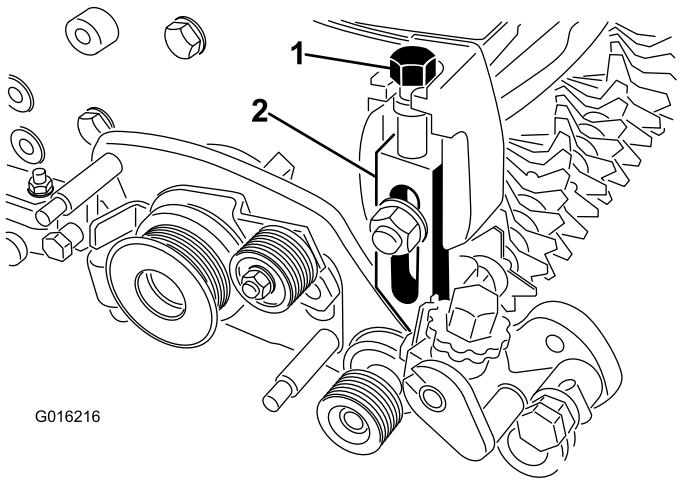

Figura 12
27. Avvitate la vite di regolazione dell'altezza di taglio nella parte superiore del gruppo del braccio regolatore destro (Figura 12).
Nota: Assicuratevi che l'estremità dell'asta del gruppo del braccio dell'altezza di taglio si inserisca nella boccola nel foro del gruppo di rotazione del grommer (Figura 12).
31. Avvitate la vite di regolazione dell'altezza di taglio nella parte superiore del gruppo del braccio regolatore sinistro (Figura 12).
33. Installate il gruppo braccio regolatore sinistro sulla piastra laterale dell'apparato di taglio utilizzando il bullone dell'aratro, il dado e la nuova rondella in dotazione (Figura 12).